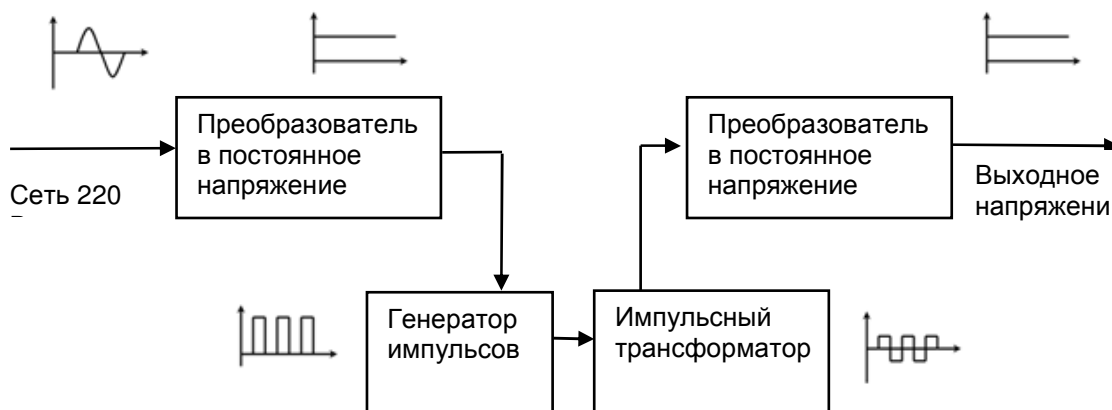

Рис.2. Структурная схема импульсного блока питания.
2.1.2. Устройство блока питания. Широко распространённая схема импульсного источника питания состоит из следующих компонентов (рис.2–4):